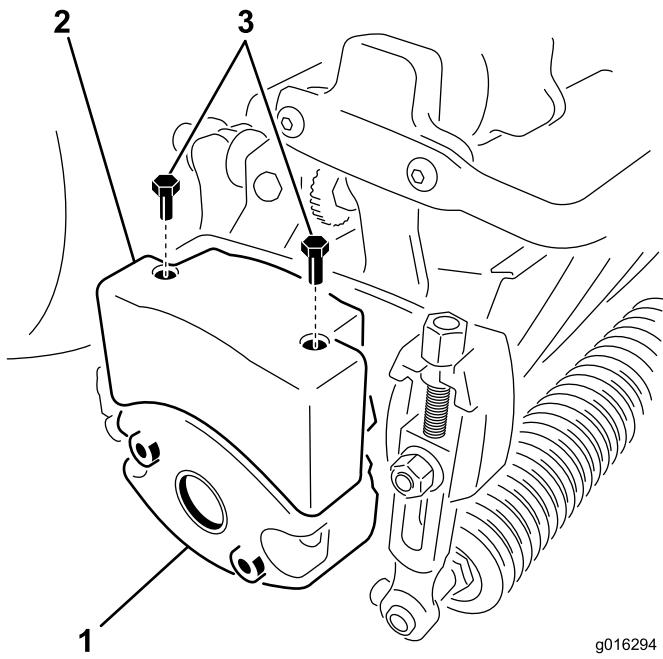

图10
4. 拆下滚刀组一侧用于固定配重块的 2 个螺栓（图10）。
6. 使用 2 个六角头螺丝，将上配重块安装到滚刀组配重块上（图10）。